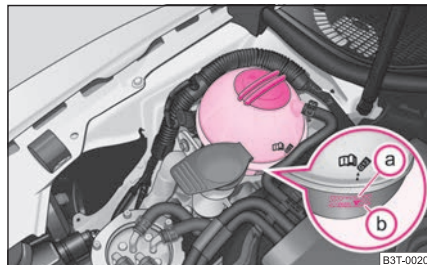

Fig. 189 Vano motor: depósito de expansión de líquido refrigerante
- Compruebe el nivel de líquido refrigerante en el depósito de expansión del mismo $\Rightarrow$ fig. 189. Con el motor frío, el nivel de líquido refrigerante debe encontrarse entre las marcas **b** (MÍN.) y **a** (MÁX.). Con el motor caliente, el nivel puede sobrepasar también ligeramente la marca **a** (MÁX.).
- Coloque un trapo sobre el tapa del depósito de expansión de líquido refrigerante ⇒ **página 218, fig. 189** y desenrosque el tapón con **cuidado** girándolo hacia la izquierda ⇒ ⚠.